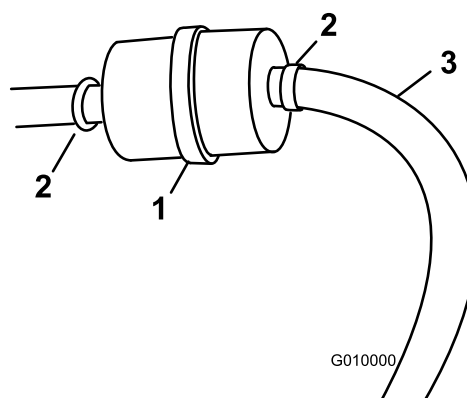

Figura 51
3. Allentate le fascette stringitubo e allontanatele dal filtro (Figura 51).
5. Installate un nuovo filtro nei flessibili e fissate le fascette stringitubo (Figura 51).
3. Allentate la fascetta stringitubo e spostatela in alto sul tubo del carburante, lontano dal filtro del carburante (Figura 51).
4. Scollegate il tubo del carburante dal filtro del carburante (Figura 51).
Nota: Lasciate spurgare la benzina in una tanica apposita o in una bacinella (Figura 51).
6. Infilate la fascetta vicino al filtro del carburante, per fissare il tubo del carburante (Figura 51).